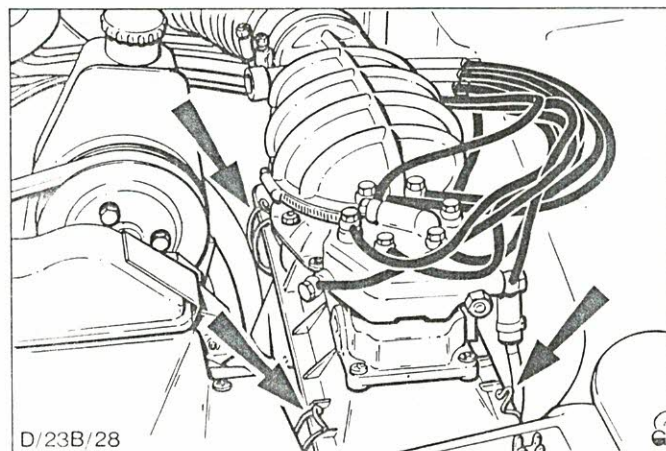

Abb.68 Halteklammern - Ansauggeräuschdämpfer
3. Halteklammern (4) vom Gehäuse lösen. (Abb.68 zeigt 3 Klammern).